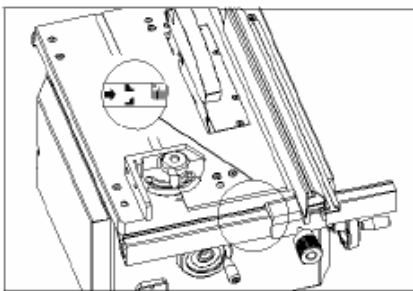

Abb. 8
- Wenn dieser nicht genau am Sägeblatt anliegt lösen Sie die Innensechskantschraube (Inbusschraube) –Abb. 8- leicht und justieren den Parallelanschlag zum Sägeblatt.